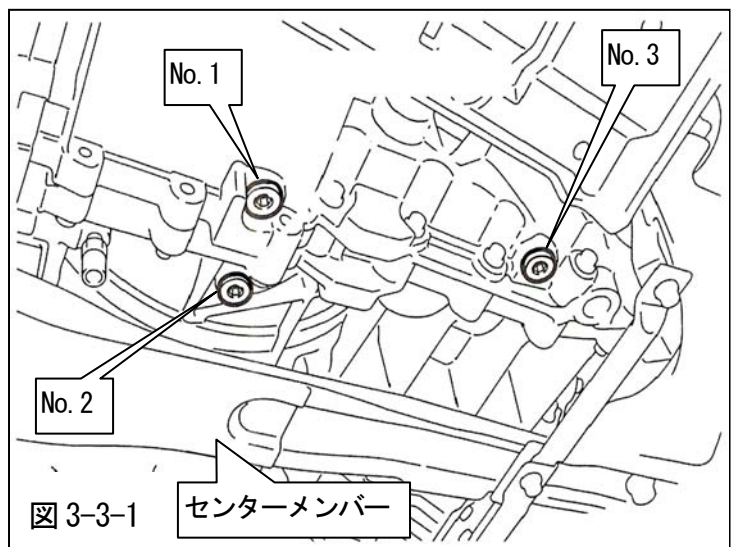

図 3-3-1
(1) SSTドレンボルトNo.1・2・3からSSTフルードを抜いてください。(図3-3-1)